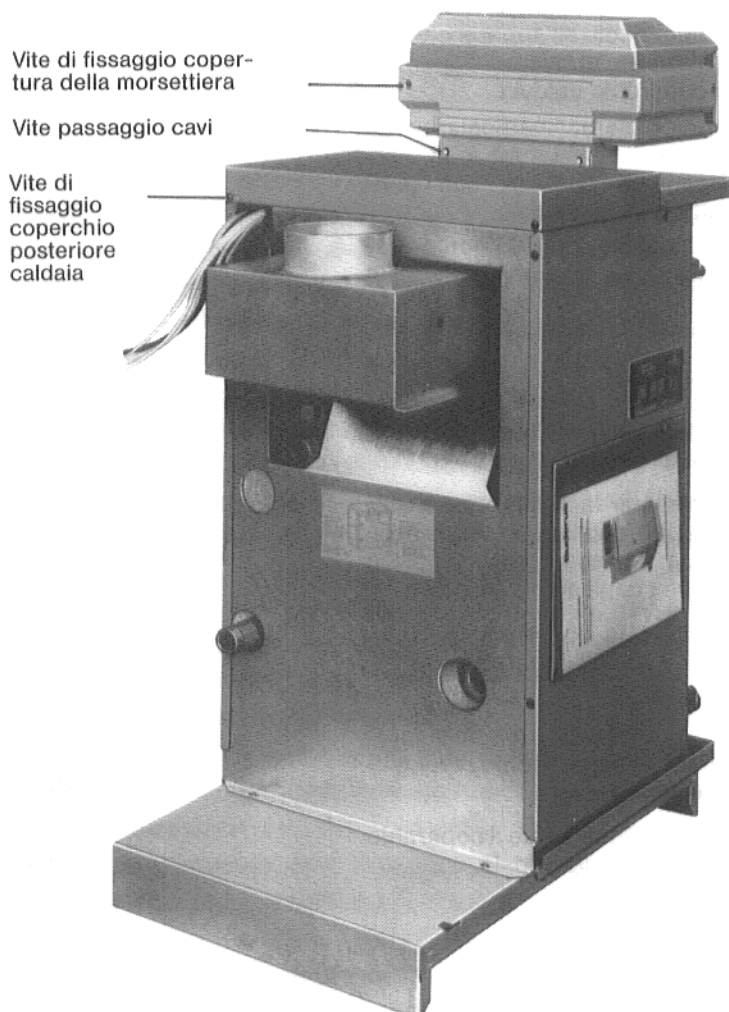

Fig. 10: Vista posteriore G\_124 L
2. Togliere il coperchio posteriore della caldaia, svitando entrambe le viti di fissaggio posteriori (Fig. 10).
3. Svitare le due viti del listello coprimorsettiera dell'apparecchio di regolazione (Fig. 10). Estrarre la copertura della morsettiera.
4. Svitare le due viti della copertura del passaggio cavi (Fig. 10). Estrarre la copertura del passaggio cavi.